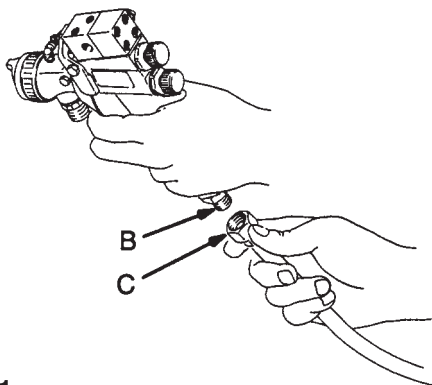

Fig. 1
- A. Raccorder le flexible d'air (C) à l'entrée d'air 1/4 npsm du pistolet (B). Voir la Fig. 1.